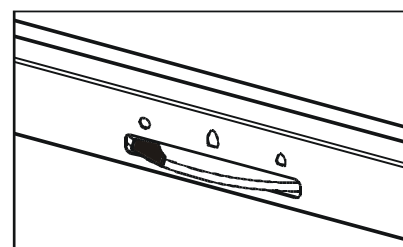

Figure 14 - Réglage du registre de l'air
- Ouvrir complètement le registre de l'air (tourner tout vers la gauche) fig.14
- Uniquement lorsque le feu a bien pris (présence d'un lit de braises et combustion à régime) amener le réglage de l'air entre les deux petites flammes (voir fig. 14), flamme grande pour obtenir la puissance nominale, flamme petite pour la combustion lente.